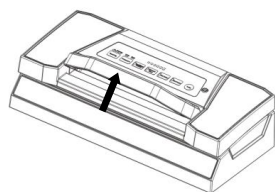

Fig.4
6.L'emballage sous vide est fini. Basculez la poignée pour ouvrir le couvercle et sortir le sac emballé– **Fig. 4**